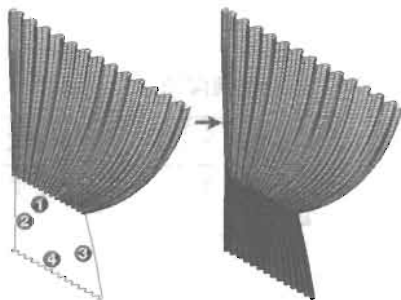

图 13-46
(4) 调整曲面和边界显示次序, 首先单击选中曲面, 然后单击“绘图次序”工具栏中的“后置”按钮 , 这样就将曲面“后置”, 则边界就“前置”了, 便于我们下一步操作选择边界。
(5) 执行“建模>网格>边界网格”菜单命令, 继续绘制曲面, 结果如图 13-46 所示, 命令执行过程如下。